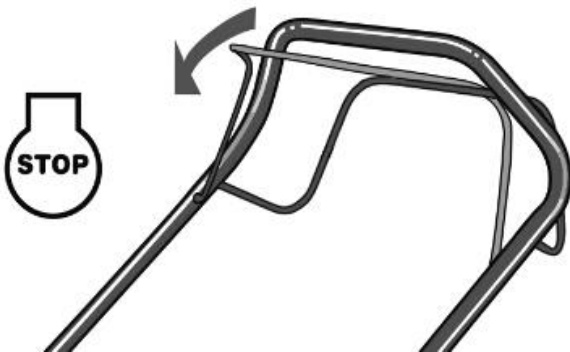

Fig 9
1. Rilasciare la maniglia di comando del freno per fermare il motore e la lama. (Fig.9)